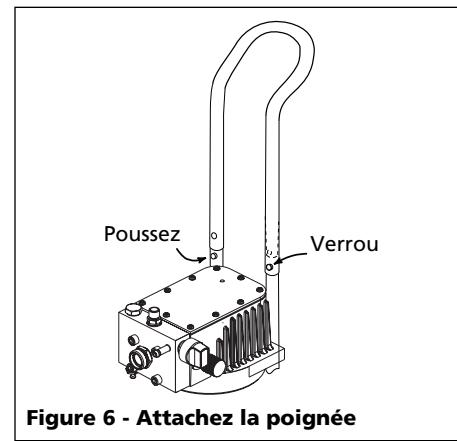

Figure 6 - Attachez la poignée
7. Tenez vous derrière l'appareil et penchez-vous sur la poignée pour agripper les extrémités au bas de la poignée. En utilisant le pouce et l'index, enfoncez les mousquetons Valco et poussez délicatement vers le bas sur la poignée jusqu'à ce qu'elle commence à s'enclencher. Déplacez alors les mains au-dessus de la poignée et poussez jusqu'à ce qu'elle repose jusqu'en bas (Voir la Figure 6).